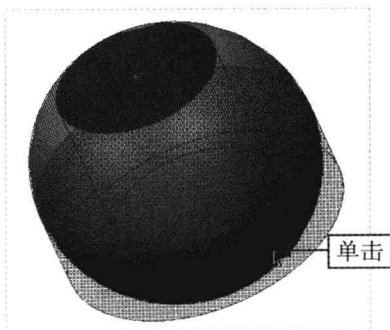

图 11-96 单击鼠标左键
Step 04 在绘图区的圆上单击鼠标左键，如图 11-96 所示。